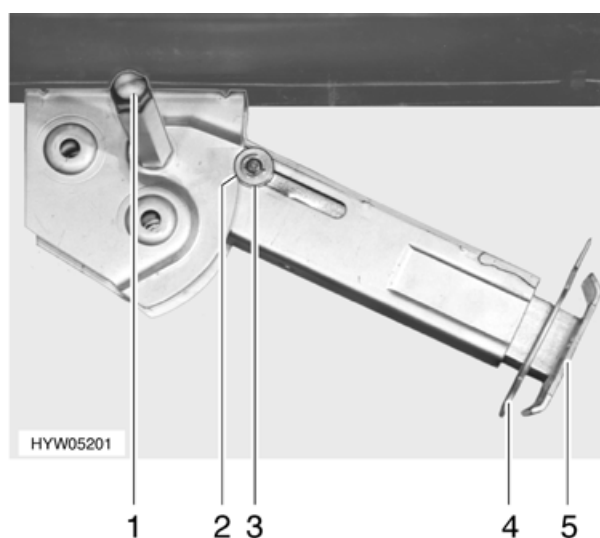

Fig. 11 Piedino di stazionamento
- Inserire la chiave a tubo nell'esagonale (Fig. 11,1) e girare fino a quando il piedino di stazionamento non si trova in posizione verticale verso il basso.
- Estrarre la copiglia (Fig. 11,4) dal prolungamento dell'estremità del piedino (Fig. 11,5).
- Inserire la chiave a tubo nell'esagonale (Fig. 11,1) e girare fino a quando il piedino di stazionamento non si stacca dal terreno.
- Spingere completamente all'interno il prolungamento dell'estremità del piedino (Fig. 11,5) e inserire la copiglia (Fig. 11,4) nel foro apposito.
- Girare la chiave a tubo nell'esagonale (Fig. 11,1), fino a quando il piedino di stazionamento non è sollevato verso l'alto e la guida (Fig. 11,3) è rientrata totalmente nell'intaglio (Fig. 11,2).
- ▷ Accertarsi che tutti i piedini di stazionamento siano completamente chiusi, che tutti i prolungamenti siano totalmente rientrati e fissati con la copiglia (Fig. 11,4), e che la guida (Fig. 11,3) sia rientrata nell'intaglio (Fig. 11,2).